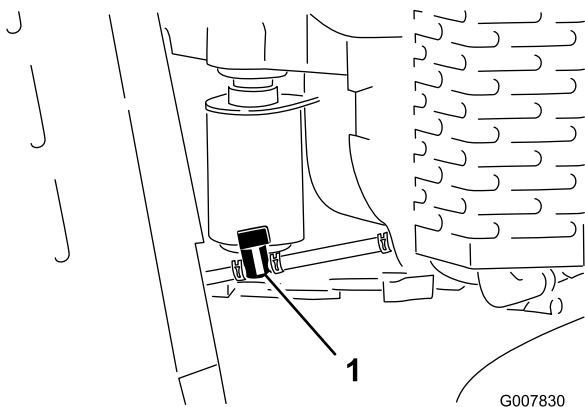

Figura 39
4. Ruotate la valvola di intercettazione del carburante in posizione chiusa (Figura 39).
5. Premete le estremità della fascetta stringitubo sul lato del motore della valvola di intercettazione e allontanatele dalla valvola facendole scorrere sul tubo di alimentazione (Figura 39).
6. Togliete i tubi del carburante dalla valvola (Figura 39). Aprite la valvola d'intercettazione del carburante e lasciate fuoriuscire la benzina in una tanica o bacinella di spurgo.
3. Ruotate la valvola di intercettazione del carburante in posizione chiusa (Figura 39).
7. Ruotate la valvola di intercettazione del carburante in posizione aperta (Figura 39).